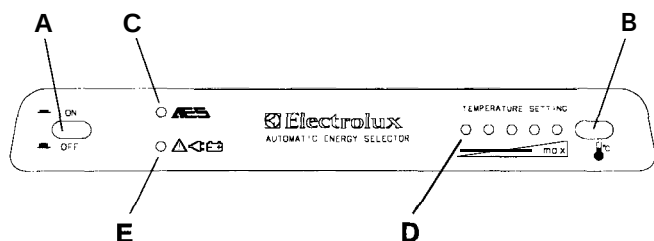

FIG.1
Kontrollpanelet er vist på fig. 1. Kjeleskapet startes ved å trykke på hovedstrembryteren (A). Lysdioden (C) for AES (grønn) tennes som indikasjon på at AES er i funksjon. Knappen (B) brukes for å innstille den elektroniske termostaten. Lysdiodene (D) viser den innstilte verdien på termostaten. Når det trengs kjsling kopler AES inn den gunstigste energikilden.
Alle henvisninger gjelder fig. 1.
ADVARSEL: Det er forbudt å tenne **åpen ild på en bensinstasjon**. Hvis man forventer at stansen blir lengre enn 15 minutter **bør** man derfor **slå av hovedbryteren (A)**. Jfr. fig. 1.
AES-systemet er konstruert for å opprettholde maksimal kjeleeffekt under alle forhold. Derfor **overvåker** elektronikken hele tiden at spenningen ligger på ca. 230 resp. 12 V. Hvis spenningen i løpet av en viss tid er for lav, **slår** elektronikken om til gassdrift og forblir i denne driftsmodus til den elektriske spenningen igjen ligger på normalt nivå. Gassdrift på grunn av underspenning indikeres av den gule lysdioden (E). Jfr. fig. 1.
1. Sett **strømbryteren** (A), fig. 1, til "OFF".